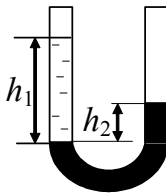

Рисунок 2.7
2.6. Два открытых сообщающихся сосуда в виде U-образной трубки заполнены ртутью (рисунок 2.7). Затем в один из них доливается вода, образующая над поверхностью ртути в этом сосуде водяной столб высотой  $h_1 = 27$  см. Определить разность уровней ртути  $h_2$  в сосудах.